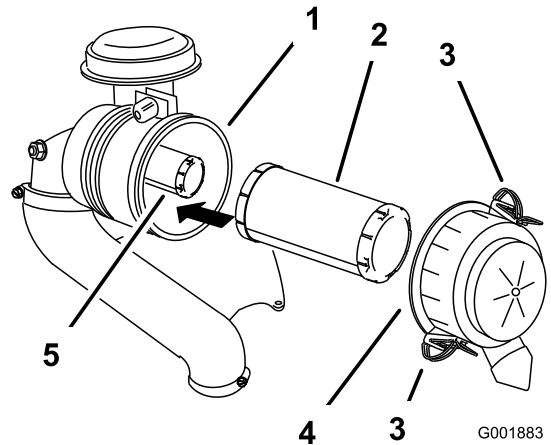

Figure 54
3. Ouvrez les dispositifs de verrouillage du filtre à air et détachez le couvercle du boîtier du filtre (Figure 54).
5. Sortez le préfiltre du boîtier du filtre avec précaution (Figure 54).
2. Si vous remplacez l'élément intérieur, insérez-le avec précaution dans le boîtier du filtre (Figure 54).
3. Placez ensuite le préfiltre sur l'élément de sécurité avec le même soin (Figure 54).
4. Remettez en place et verrouillez le couvercle du filtre à air (Figure 54).